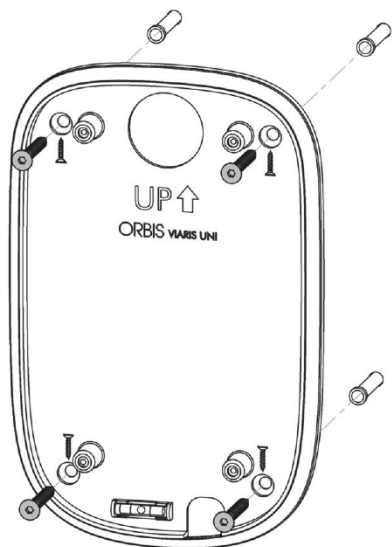

Рисунок 1
- Прикрутите крепежную панель к стене. **Рисунок 1**